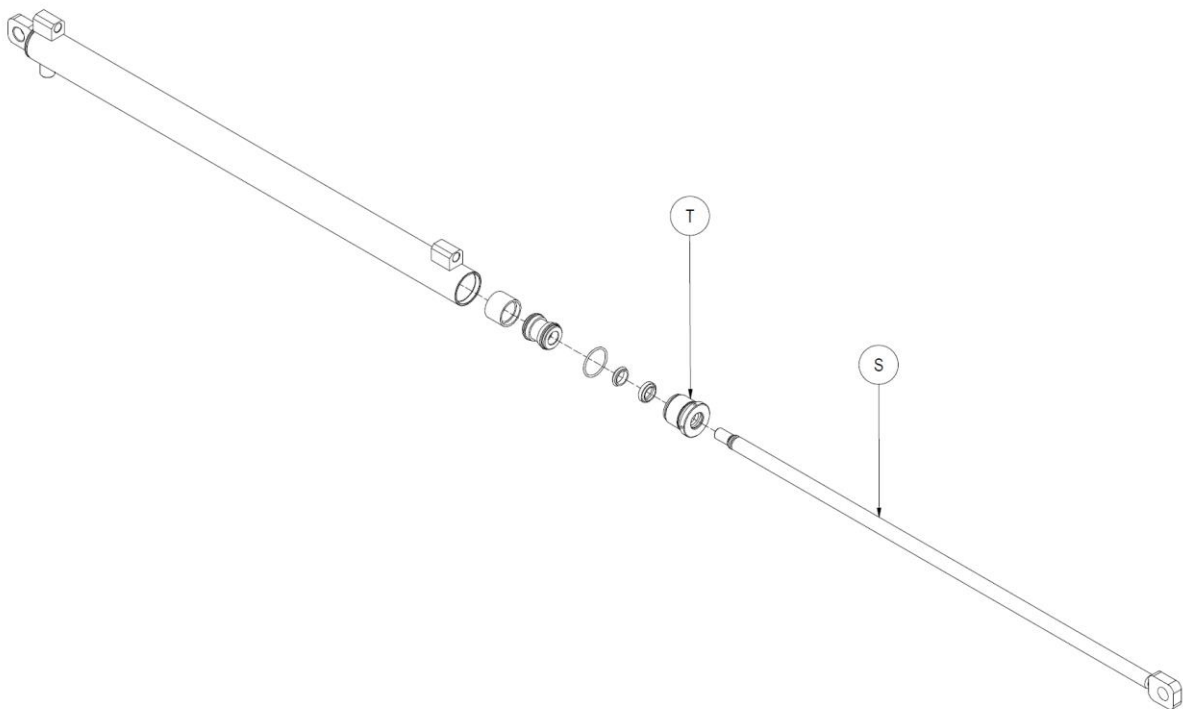

Figura 34
8. Prendere come riferimento la *Figura 34*.